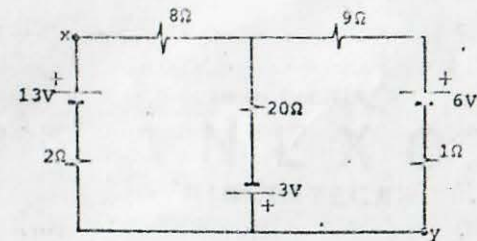

FIGURA P4.4
- 4.4 La figura P4.4 muestra un circuito en el cual se desea conocer la corriente y la diferencia de potencial en cada elemento. Resuelva el circuito por el método de mallas y verifique que al aplicar el método de nodos los resultados son idénticos. Demuestre también que el valor de  $V_{xy}$  calculado por las tres trayectorias existentes en el mismo.